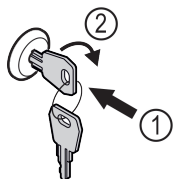

Fig. 126
- ▶ Iespiediet atslēgu Fig. 126 (1).
- ▶ Grieziet atslēgu par 90° pulksteņrādītāja virzienā Fig. 126 (2).